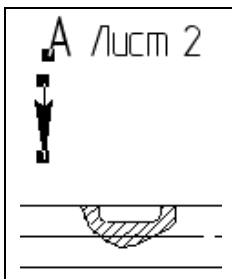

Рис. 12.29. Построение стрелки направления взгляда
- ◆ укажите ЛК мыши начальную точку стрелки **т1** (рис. 12.29). При движении мыши стрелка поворачивается на 180° относительно начальной точки;